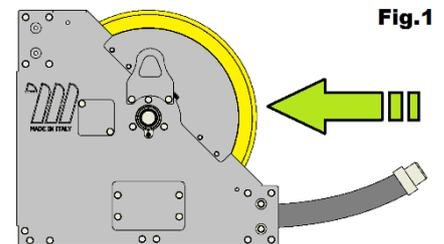

Fig.1
- Durante il riavvolgimento del tubo occorre accompagnare lo stesso con la mano (**fig.1**), al fine di non sottoporre il tubo ad urti od abrasioni che ne compromettano l'integrità ed evitare danni a persone o cose.
- **ATTENZIONE:** Durante il riavvolgimento del tubo occorre accompagnare lo stesso con la mano (**fig.1**), al fine di non danneggiare la molla di trazione e permettere al rullo di riavvolgere il tubo lentamente ed in tutta sicurezza.